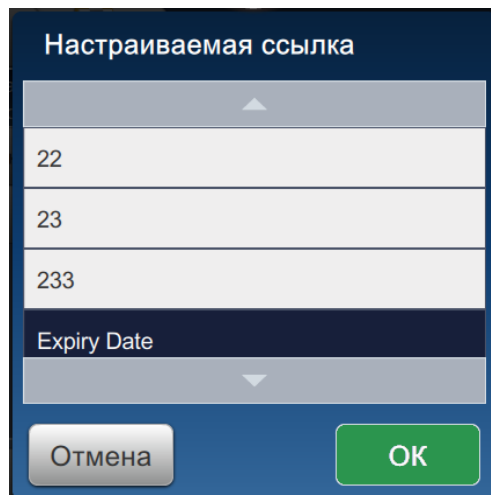

Рис. 6-12: Список настраиваемых ссылок
8. Выберите «Дата истечения срока годности» из списка «Настраиваемая ссылка», как показано на Рис. 6-12.
14. Выберите «Дата истечения срока годности» из списка «Настраиваемая ссылка поля», как показано на Рис. 6-12 на стр. 6–15.